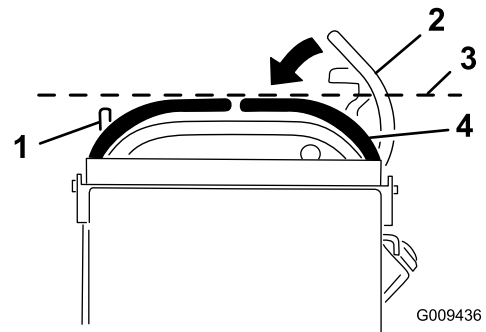

Bild 75
3. Drücken Sie die Fahrtriebshebel nach unten und außen aus der ARRETIERTEN NEUTRAL-Stellung (Bild 75).
4. Prüfen Sie, ob der rechte Fahrtriebshebel mit dem linken Fahrtriebshebel horizontal eingestellt ist (Bild 75).